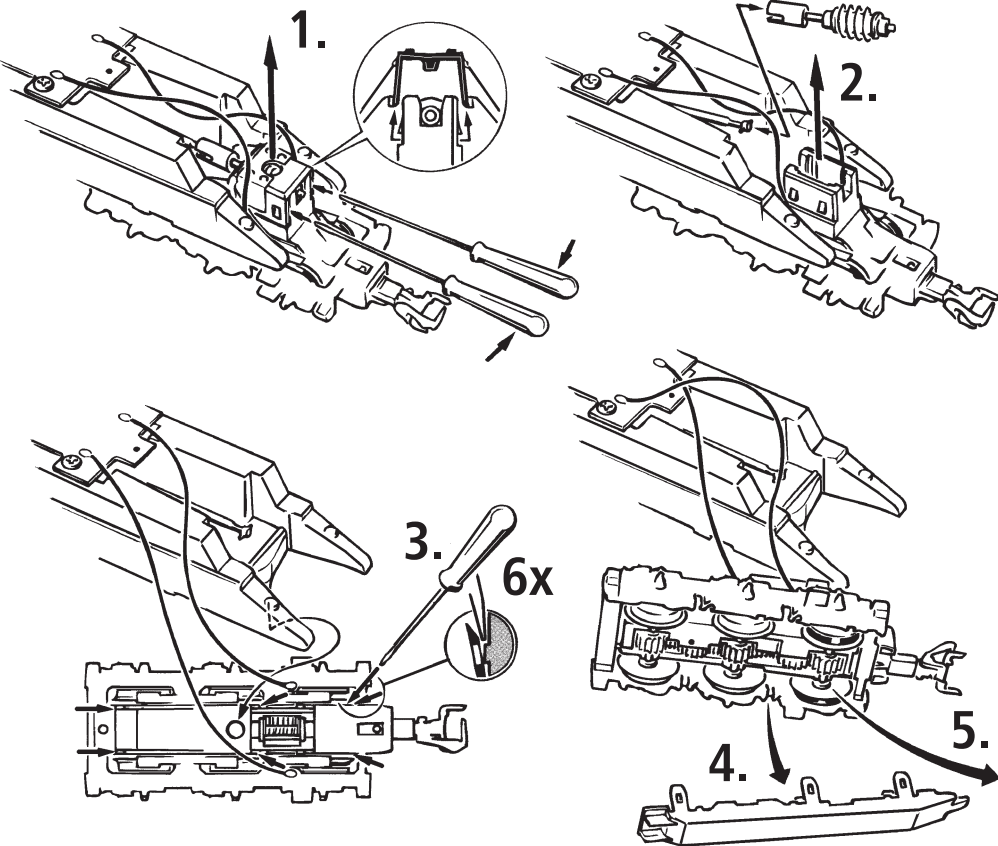
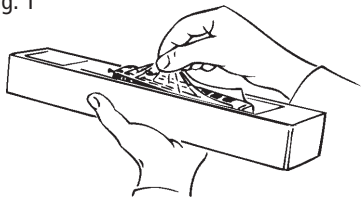

Fig. 7
Fig. 2
2. Schmierung: Versehen Sie die im Schmierplan in Fig. 5 gekennzeichneten Stellen mit nur **kleinen Öltropfen**. Dazu zuerst das Lokgehäuse abnehmen (Fig. 2). Wir empfehlen den **ROCO Öler Art.-Nr. 10906**. Fürs Schmieren der Getriebeteile (Zahnräder, Schnecke) empfehlen wir das **ROCO-Spezialfett Art.-Nr. 10905**. Im Falle der Schmierung diese Teile **nicht ölen**.
4. Motorwechsel: Lokgehäuse abnehmen (Fig. 2). Danach wird der Motor ausgebaut (Fig. 7).
2. Lubrication: Apply **tiny oil drops** to spots marked in fig. 5. Prior to lubrication dismantle locomotive (fig. 2). We recommend using item no. **10906, Roco oiler**. For lubrication the gearparts (e.g. cogwheels, worm) we should recommend our Roco **special grease** (item no. **10905**).
4. Motor Changing: First remove loco body (fig. 2), and then the motor (fig. 7).
2. Graissage: N'appliquez **qu'une tout petite goutte** aux endroits indiqués par le plan de graissage (fig. 5) après avoir démonté la caisse de la locomotive (fig. 2). Nous vous recommandons **le graisseur à huile Roco réf. 10906**. Pour graisser les engrenages (roues dentées, vis sans fin) nous vous conseillons la **graisse spéciale Roco réf. 10905** pour engrenages en matières synthétiques. Lorsque vous utilisez cette graisse il faut éviter d'huiler ces composants.
4. Remplacement du moteur: Démontez la caisse (voir fig. 2). Démontez ensuite le moteur (fig. 7).
voir } Fig.2
voir Fig.2